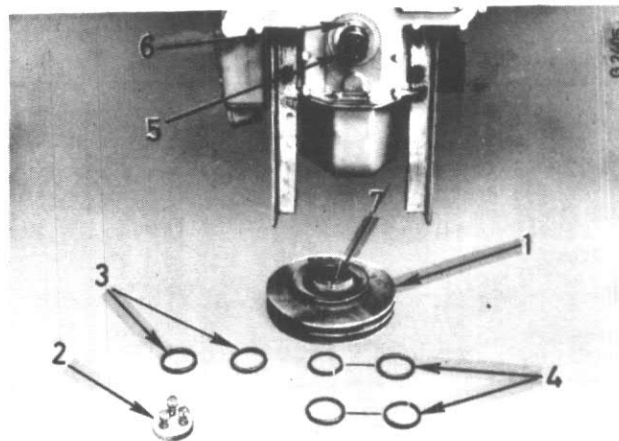

Figure 65a
- Démontez les vis, la plaque de retenue et la bague d'appui, fig. 65a.